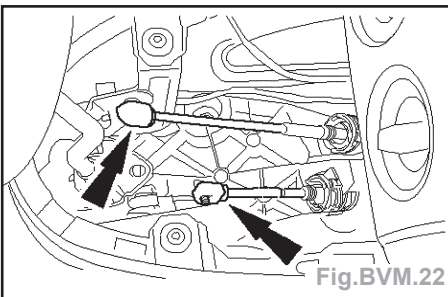

Fig.BVM.22
- Détacher les câbles de changement de vitesses du levier de vitesses (Fig. BVM.22).